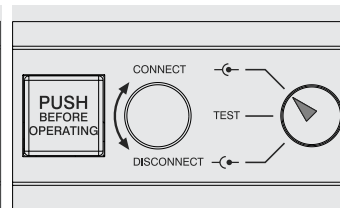

Figure 103
- disjoncteur en position d'embroché (voir Figure 103)